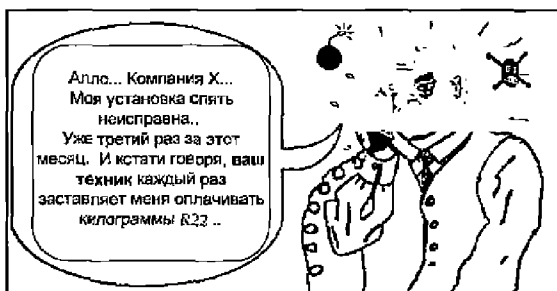

Рис.17.8
**В любом случае добросовестный ремонтник**, после того, как он дозаправил установку, должен прежде чем покинуть клиента, убедиться в отсутствии утечек хладагента. Иначе можно быть уверенным в том, что очень быстро появится новая неисправность и клиент вновь будет недоволен, но тогда его справедливое недовольство может повредить репутации всей вашей деятельности (см. рис.17.8).